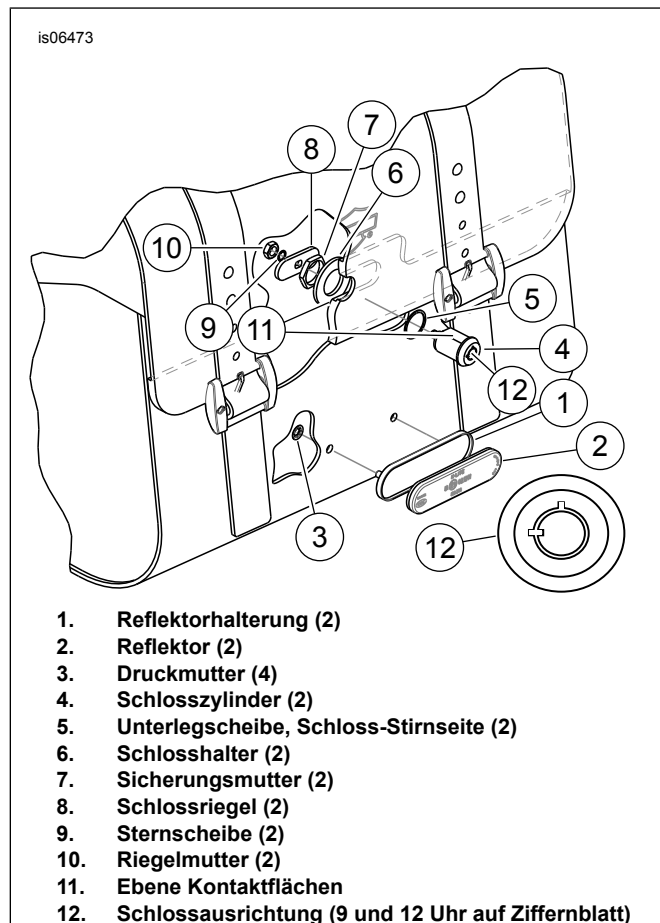

Abbildung 7. Reflektoren- und Schlossbaugruppen einbauen
1. Siehe Abbildung 7. Die Reflektorhalterung (1) in der Mitte der Satteltasche platzieren.
3. Mit Seifenwasser oder einer Mischung aus 50 bis 70 % Isopropylalkohol und 30 bis 50 % destilliertem Wasser die Oberfläche der Reflektorhalterung (1) an der Stelle reinigen, an der der Reflektor angebracht werden soll. Gründlich trocknen lassen.
4. Die Schutzfolie von der Klebstoffseite des Reflektors (2) abziehen. Den Reflektor vorsichtig auf die Reflektorhalterung aufsetzen und fest andrücken. Den Reflektor mit konstantem Druck mindestens eine Minute lang andrücken.
- Die Reflektorhalterung (1) mit zwei Druckmutter (3) an der Satteltasche anbringen. Die Druckmutter werden von der Innenseite der Satteltasche aus eingebaut.
- Siehe Abbildung 7. Die Unterlegscheibe für die Schloss-Stirnseite (5) auf den Schlosszylinder (4) setzen.
- Den Schlosszylinder so ausrichten, dass die Schlüsselaussparungen auf der Schloss-Stirnseite (12) in den Positionen 12 Uhr und 9 Uhr sind. Den Schlosszylinder durch das Loch im Satteltaschendeckel einsetzen und die ebenen Flächen (11) von Schloss und Kunststoff-Deckelstützplatte in Eingriff bringen.
- Den Schlosshalter (6) von der Innenseite des Satteltaschendeckels und über den Schlosszylinder einbauen.
- Die Sicherungsmutter (7) von der Innenseite des Satteltaschendeckels einbauen und auf den Schlosszylinder drehen. Fest anziehen.
- Die Riegelmutter (10) und Sternscheibe (9) vom eingebauten Schlosszylinder (4) entfernen und sicherstellen, dass die Nockenscheibe von der Rückseite des Schlosszylinders NICHT entfernt wird. FALLS die Nocke vom Schlosszylinder fällt, muss sie wieder korrekt eingebaut werden, damit die Schlüsseldrehung das Abziehen des Schlüssels in der versperren und entsperren Position gestattet. Die Nocke kann falsch eingebaut werden; daher muss die Ausrichtung vor Einbau des Riegels überprüft werden. FALLS der Schlüssel in der versperren und entsperren Position nicht entfernt werden kann, die Nocke umdrehen und einbauen.
- Den Schlossriegel (8) am Gewindezapfen des Schlosszylinders sowie eine Sternscheibe (9) und Riegelmutter (10) einbauen. Die Riegelmutter fest anziehen.